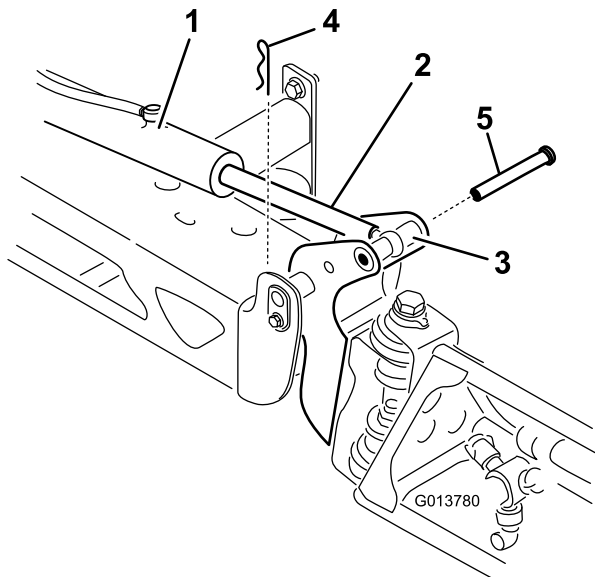

図 34
2. ピボットピンからコッターピンを抜き取る 図 34。
3. ブームを持ち上げて、ピンを外し 図 34、ブームをゆっくりと床面に降ろす。
9. ブームを支えながら、ブームのピボットとアクチュエータロッドにピンを通す (図 34)。